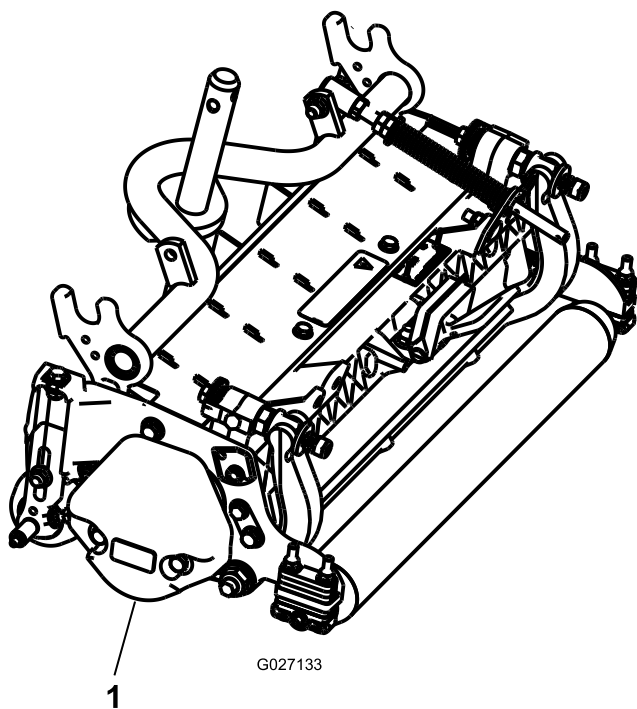

Рисунок 3
3. Убедитесь в том, что противовес (Рисунок 3) установлен с соответствующего конца режущего блока, как описано в *Руководстве по установке* комплекта противовеса.